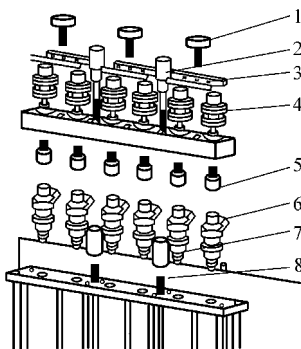
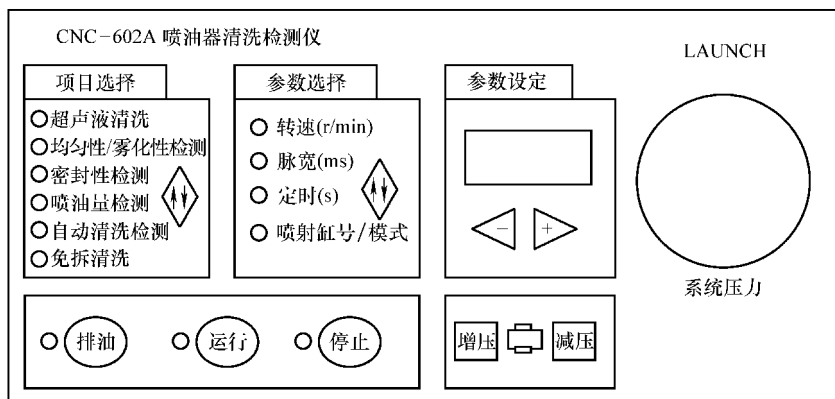

图 5-22 喷油器安装示意图
图 5-23 CNC—602A 喷油器清洗检测仪控制面板
- ① 从配件盒中选择配套的分油器堵塞，然后涂抹少许润滑脂，将堵塞装入分油器。
- ② 装好月牙压板，拧紧压板螺钉。
- ③ 根据喷油器连接类型，选择合适的直排油接头安装于分油器下方对应的偶件处。
- ④ 依据喷油器的高度，选择合适的调节螺杆与滚花螺母安装于分油器支架上。然后将分油器及喷油器安装在分油器支架上，均匀紧固好两个滚花螺杆，如图 5-22 所示。
- ⑤ 插好喷油器脉冲信号线并接通电源。
- ⑥ 如果测试量杯中有检测液，按〔排油〕键将测试量杯中的检测液排净，如图 5-23 所示。然后在控制面板中选择均匀性/雾化性检测，设定相应的工况参数，按〔运行〕键即可。
- ⑦ 检测完毕，系统自动停止，并以蜂鸣器鸣叫提示。